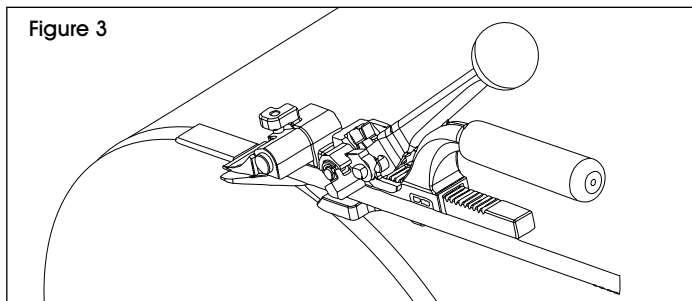

Figure 3
3. Push the top strap through the rack and flapper slot and under the gripper dog with the seal against the front of the tool. Ensure the strap is flush with inside edge of tensioner. (See Figure 3)
3. En positionnant le joint contre l'avant de l'outil, poussez le feuillard supérieur à travers la fente formée par le support et le clapet et sous la pince de serrage. Veillez à ce que le feuillard soit au ras du bord intérieur du tendeur. (Voir Figure 3)